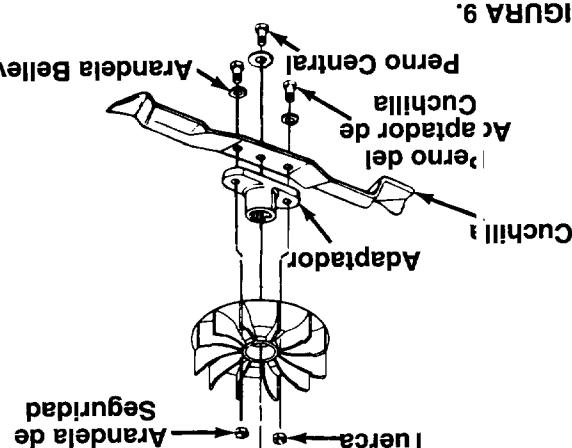

FIGURA 9.
- PARA GUARDAR LA CUCHILLA (Vea figura 9):**